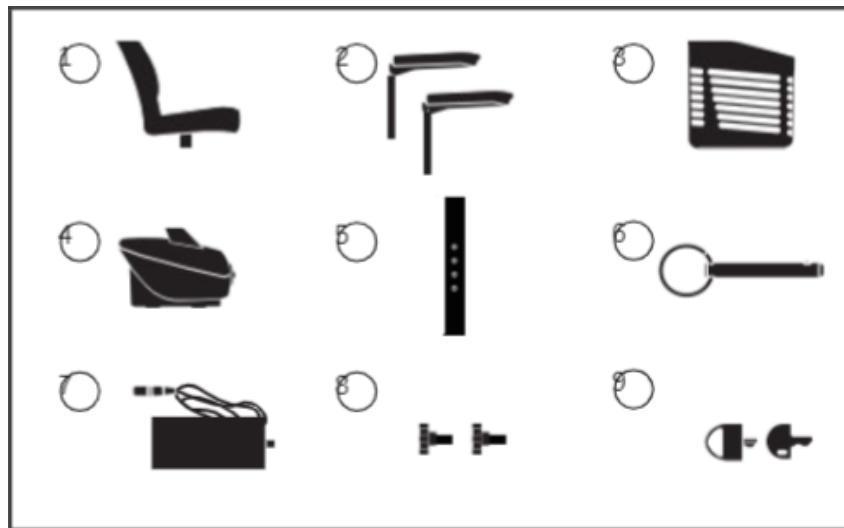

Figura 17
1. Por favor, coloque todas las piezas después de desmontar el scooter en la caja original proporcionada por nosotros para asegurar un transporte seguro (**ver figura 17**).